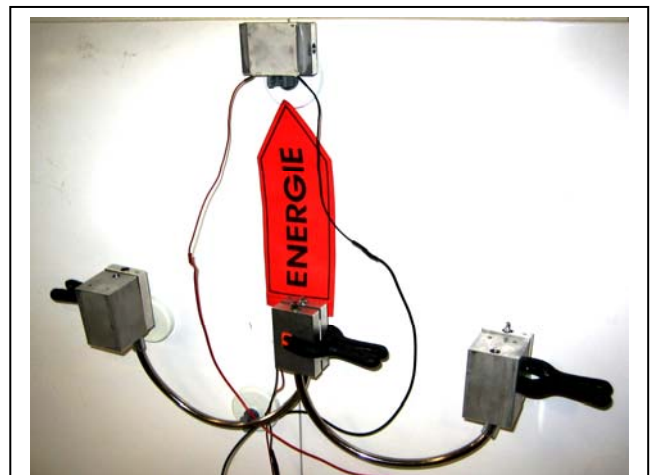

Abb. 13: Hat das einen Sinn?
**Leitfrage:** Hat der in Abbildung 13 dargestellte Versuchsaufbau einen Sinn?
Wird der Lüfter von Abb. 12 durch das 2. Peltierelement ersetzt, so erhalten wir den in Abbildung 13 dargestellten Versuchsaufbau. Bei einem großem Temperaturunterschied zwischen den Alukörpern ist ein Temperaturunterschied zwischen den beiden Flächen des 2. Peltierelements zu messen. Die im ersten Peltierelement abgeladene Energie wird benützt, um mit dem 2. Peltierelement Entropie zu pumpen. Abbildung 13 ist ein Modell einer elektrisch betriebene Wärmepumpe, die von einem thermischen Kraftwerk angetrieben wird. Solche elektrischen Wärmepumpen werden zu Heiz- bzw. Kühlzwecken eingesetzt. Beim Heizen mit einer Wärmepumpe wird Entropie aus dem Erdreich in das Haus gepumpt werden. In [4] ist hierzu eine quantitative Abschätzung zu finden.